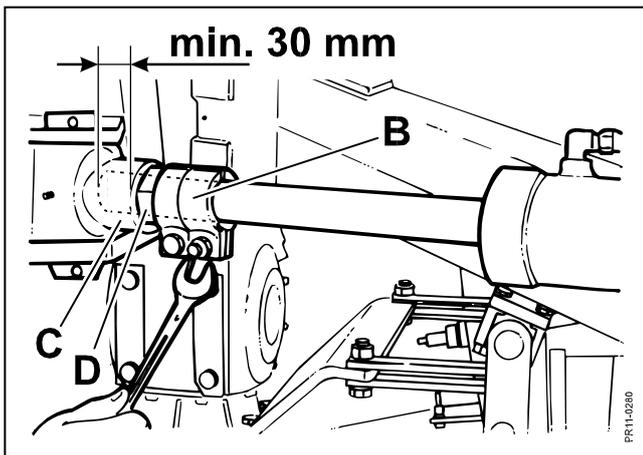

Fig. 3-9
**Fig. 3-9** supplémentaire peut être montée. Les bagues peuvent être ajustées si nécessaire).
Un réglage plus fin, à droite comme à gauche, si nécessaire, est obtenu par la douille **C** Fig. 3-9. Il faut desserrer les brides **B** Fig. 3-9, et le contre-écrou **D** Fig. 3-9, pour tourner la tige du piston. **Il doit rester au minimum 30 mm de filetage engagé dans la douille !**
Il est recommandé d'avoir la plus grande distance possible entre les vis **A** Fig. 3-8. Le contre-écrou **D** Fig. 3-9 **doit être correctement serré.**